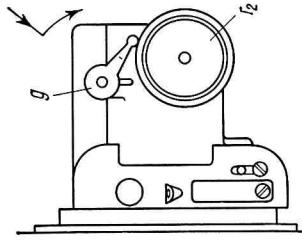

Bild 27
3. Hebel g (Bild 27) in axialer Richtung herausziehen und bis zum Anliegen auf dem Objektivstellknopf l₂ drehen.
Der Einbau erfolgt in umgekehrter Reihenfolge. Dabei ist zu beachten, daß der Hebel g, wie in Bild 27 dargestellt, steht. Die Führungsleisten q₁ und q₂ (Bild 22) müssen in die Nuten a₁ und a₂ eingreifen, während der Objektivträger ohne Verkanten mit beiden Händen in die Führung am Projektor gedrückt und in Richtung Bildfenster bewegt wird.